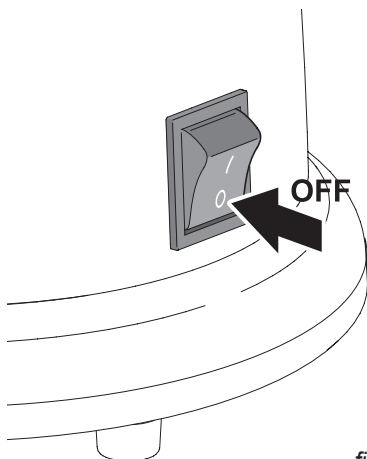

fig. 5.7
- Pour éteindre la machine, placer l'interrupteur principal sur la position **O - OFF** (fig. 5.7).